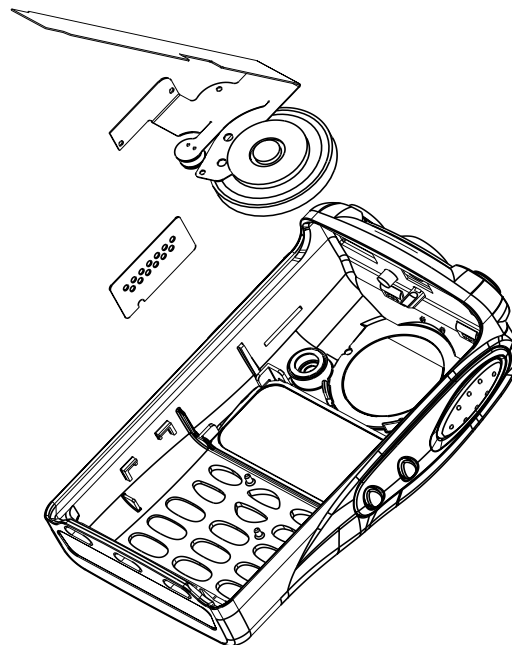

Figura 3-14 Retiro del conjunto del altavoz y el micrófono
5. Alinee la muesca superior del altavoz en la posición de las doce horas del reloj con el sujetador de la cubierta frontal (consulte la Figura 3-14). Presione el altavoz hasta que las dos muescas inferiores se ajusten a los soportes de la caja.